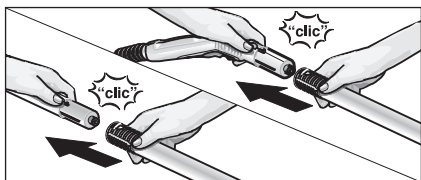

Рис. 3: приєднання подовжувальних трубок
• При необхідності користуйтеся подовжувальними трубками (G1). При цьому одну або обидві подовжувальні трубки (G1) приєднайте до парового пістолета (C1) (див. рис. 3). Після цього надягніть необхідну насадку (D1, E1, F1, H1) на вільний кінець подовжувальної трубки.